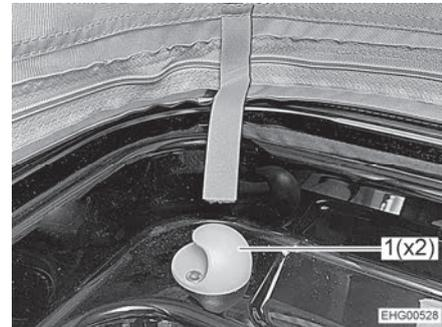

Fig. 51 Supporto
- Agganciare la rete protettiva ai due supporti (Fig. 51,1).